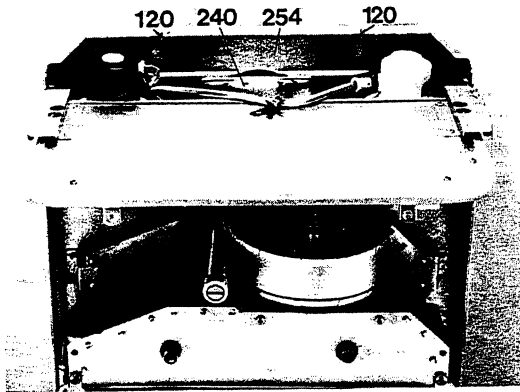
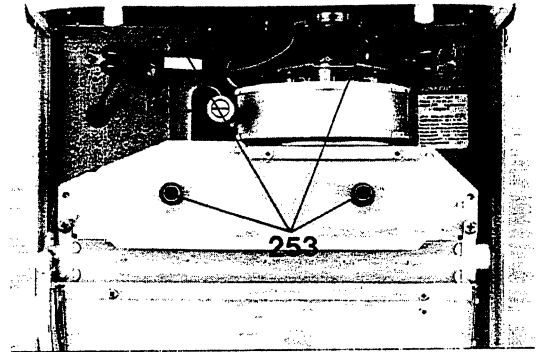

Fig. 19
Fig. 21
Inserimento e fissaggio della cassetta (240). Sulla cassetta sono riconoscibili i bulloni (253) per il fissaggio dell'apparecchio. Applicazione e fissaggio dell'apparecchio, v. da fig. 19 a fig. 21. Se la parete è parzialmente piastrellata, utilizzare i distanziatori acclusi agli accessori.